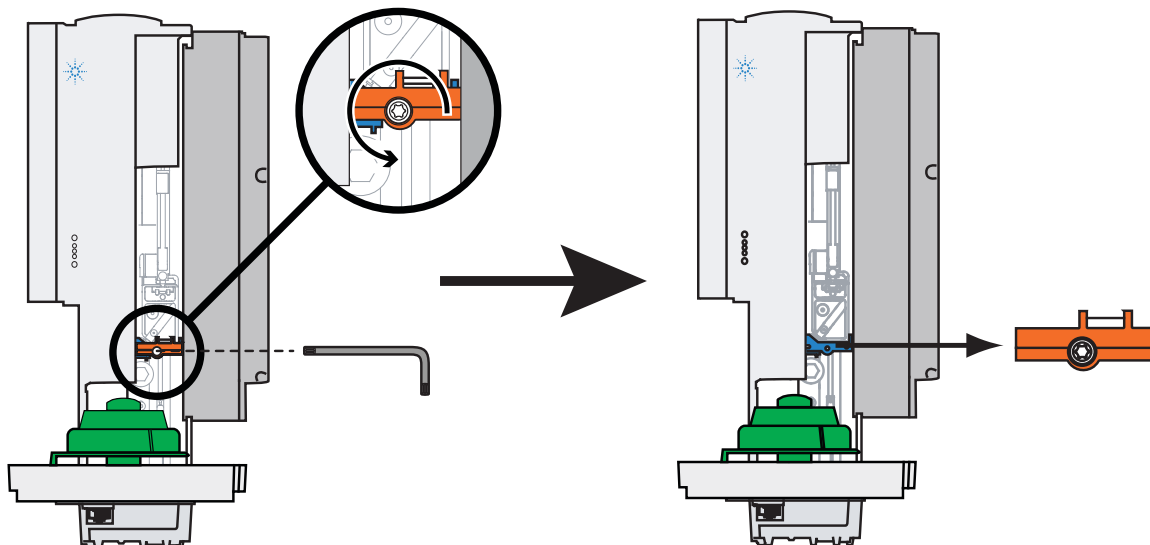

Figure 6 Retrait du dispositif de blocage orange
- 2 A l'aide d'un tournevis Torx T-10, desserrez complètement la vis T-10 et retirez le dispositif de blocage qui retient le chariot de la seringue (Figure 6).